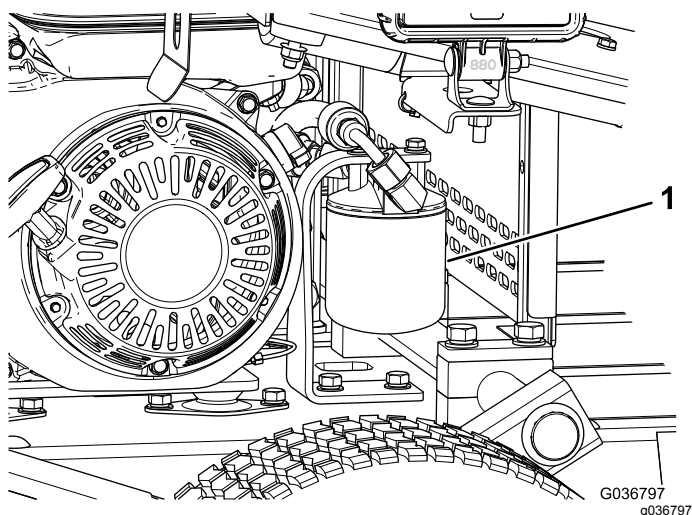

Figura 37
5. Collocate una bacinella di spurgo sotto il filtro e togliete il filtro (Figura 37).